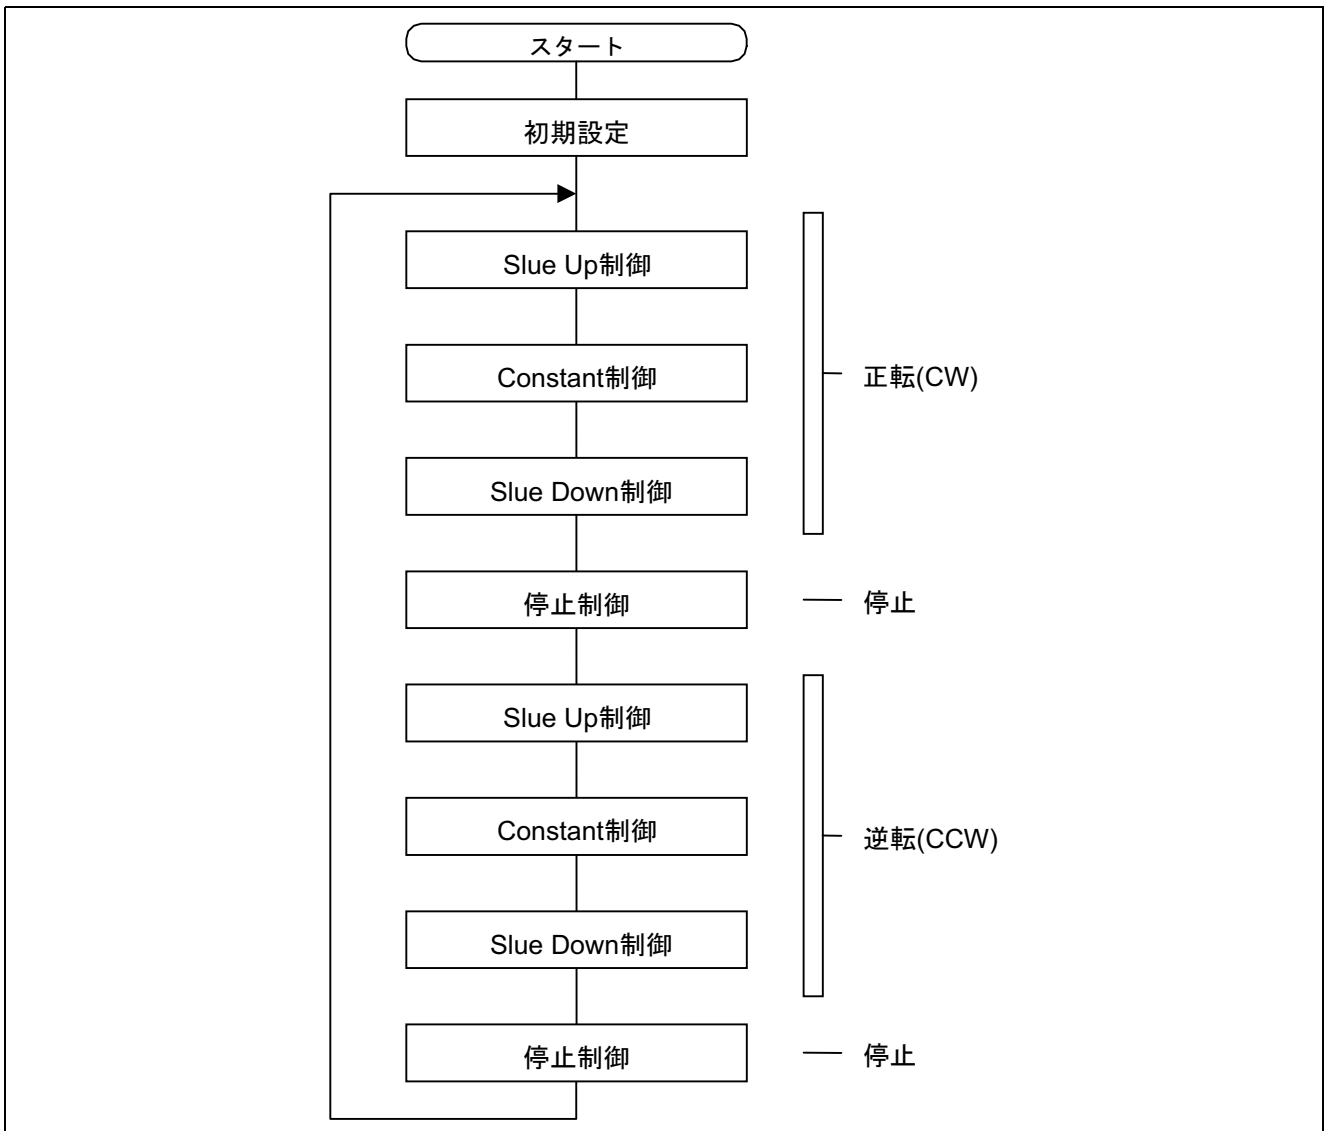

図8 ステッピングモータ制御のフローチャート
3.4 ステッピングモータ制御のフローチャートを図 8 に示します。